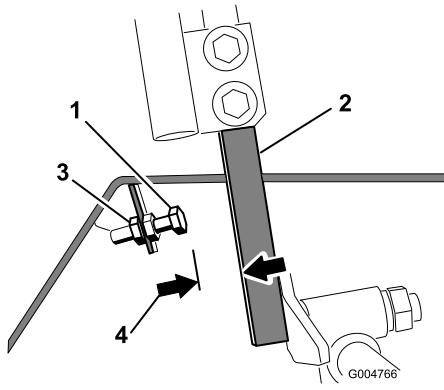

図 66
- 左右どちらかのコントロール・レバーで、ストップ・ボルトについているジャム・ナットをゆるめる（図 66）。